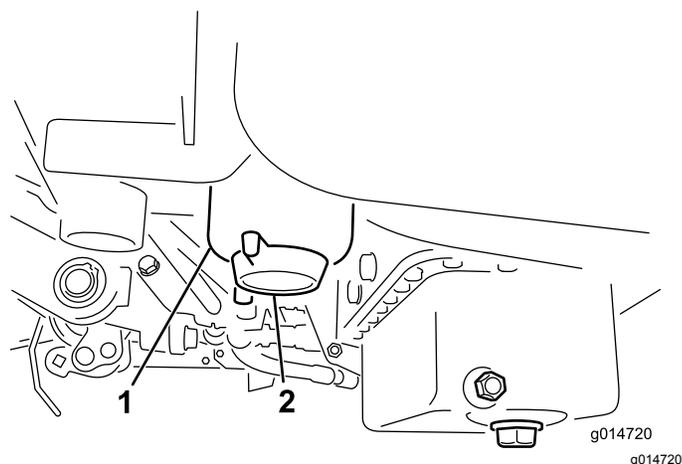

Рисунок 37
2. Очистите область крепления стакана фильтра (Рисунок 37).
4. Откройте сливную пробку фильтра (Рисунок 37).